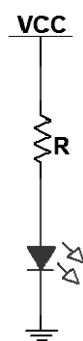
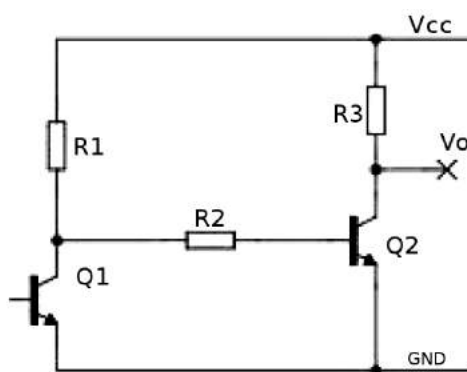

Figura 84: Circuito básico de polarização direta de LED infravermelho
Figura 85: Circuito com fototransistor
- Calcule o valor do resistor R para polarizar o LED infravermelho (do circuito apresentado na Figura 84) com uma corrente de 20mA. Utilize o valor comercial mais próximo (ou associe resistores);
- Monte e verifique o funcionamento do circuito apresentado na Figura 84.
- Monte e verifique o funcionamento do circuito apresentado na Figura 85, utilizando o circuito apresentado na Figura 84.
- Modifique o circuito apresentado na Figura 85 para que este possa acionar um relé. Desenhe o esquemático do circuito.